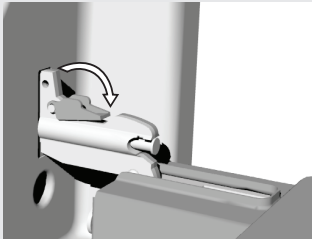

Abb. 2
- Die innere, dritte Glasscheibe (nur bei einigen Modellen) entfernen Sie, indem Sie zuerst die Schrauben auf den Trägern der Glasscheibe lösen und die Glasscheibe etwas anheben (Abb. 2). Entfernen Sie vor dem Reinigen der Glasscheibe noch die Träger der Glasscheibe.
- Fassen Sie die Glasscheibe am unteren Rand an, heben Sie sie leicht an, damit sie aus dem Träger herauspringt und nehmen Sie sie heraus (Abb. 2).
- Drehen Sie beim GentleClose System die Aushängesperre um 90° zurück (Abb. 2).